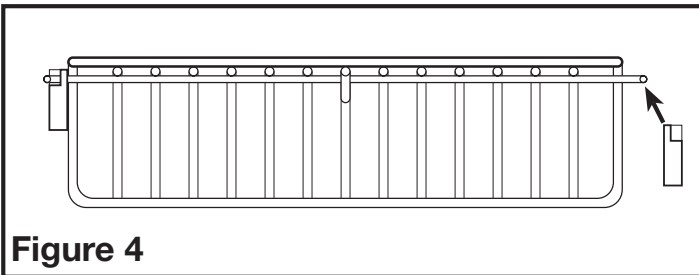

Figure 4
4. Insert one side of the shelf into the bracket that was just installed onto the back splash, then install the opposite bracket to the opposite side of the shelf and connect it to the back splash with the provided screws (**Figure 4**).
4. Insérer un côté de la tablette dans le support que vous venez d'installer sur le dossieret, puis installer le support opposé de la tablette et le raccorder dans le dossieret avec les vis comprises (**Figure 4**).
- Figure 4**